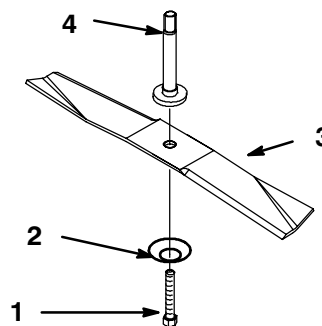

Abbildung 32
3. Das Schnittmesserende mit einem Lappen oder einem dick gepolsterten Handschuh halten. Schraube, Bellville-Scheibe und Schnittmesser entfernen (Abb. 32). Zwischen Schnittmesser und Mähwerk kann ein Holzklötz gekeilt werden, um das Schnittmesser zu blockieren, wenn die Schraube entfernt wird.
- Das Schnittmesserende mit einem Lappen oder einem dick gepolsterten Handschuh halten. Schnittmesser, Bellville-Scheibe und Schnittmesserschraube anbringen (Abb. 32).